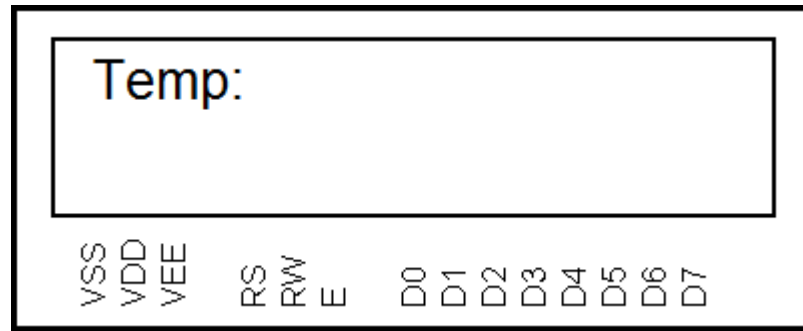

Figura 1. Ventana inicial de solicitud de ingreso de la temperatura.
En la Figura 1 se observa el diagrama esquemático de las conexiones del teclado, el LCD, el cristal de 4MHz (X2) y el cristal de 32.768 kHz (X1). Configure la interrupción del Timer 1 para lograr un retardo de tiempo de 0.5 segundos de precisión y utilice la interrupción del cambio de estado del Puerto B para detectar las teclas pulsadas.
4. Si presiona la tecla 'C' ya sea durante la medición o mientras se muestra el mensaje de alerta deberá regresar al menú de la Figura 1, pudiendo ingresar un nuevo valor umbral de temperatura.